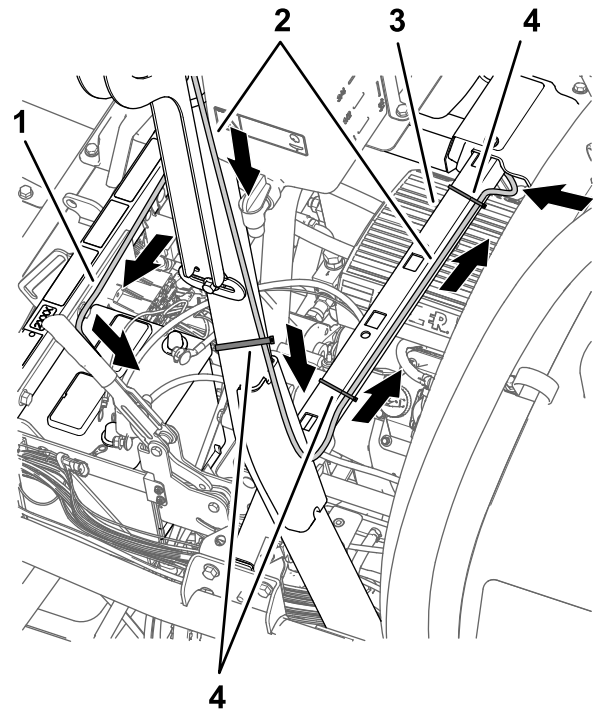
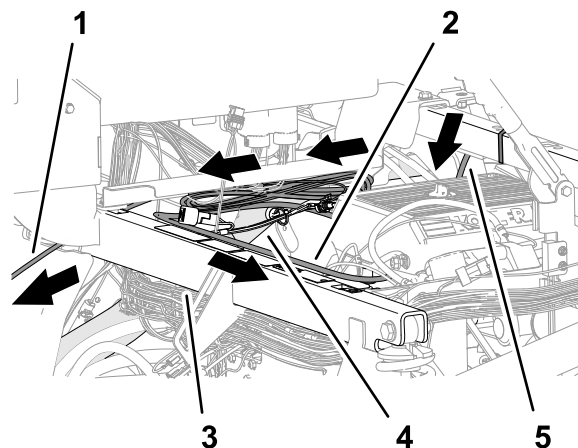

Figure 200
Figure 202
1. Acheminez le faisceau de données et le faisceau de batterie vers le bas à l'arrière du tube vertical gauche de l'arceau de sécurité jusqu'à la traverse du support de siège (Figure 200).
5. Acheminez le faisceau de données et le faisceau de batterie sur la traverse du support de siège et attachez la branche de 390 cm du faisceau de données à la traverse avec 2 attache-câbles (Figure 200 et Figure 202).
6. Acheminez la branche de 220 cm du faisceau de batterie le long du tube de cadre supérieur droit (Figure 202).
7. Acheminez la branche de 220 cm du faisceau de batterie sur le tube de support amortisseur vers la batterie (Figure 202).
8. Acheminez la branche de 220 cm du faisceau de données (branche dotée du connecteur à 26 douilles) sous la console de commande et vers l'avant en direction de la planche de bord (Figure 202).